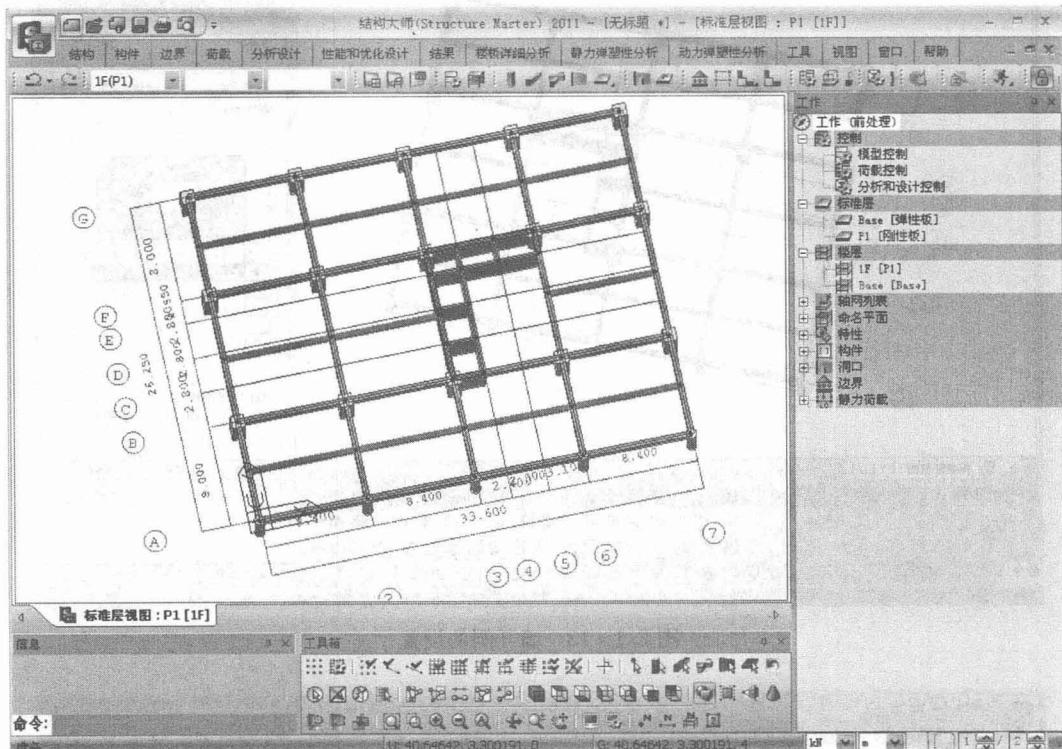

图 2.1-12 墙构件的布置
4. 单击【构件>建立构件>墙】，弹出建立构件对话框，选择构件类型：墙，厚度：240，布置方式：两点。如图 2.1-12 所示。